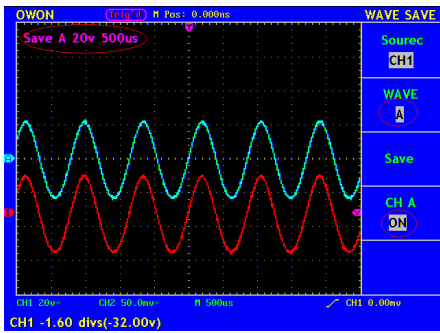

Рисунок 5.30.1. Вид дисплея с ранее сохраненной осциллограммой
- Нажмите кнопку **F4**, чтобы выбрать состояние “ON” для CH A. Осциллограмма, сохраненная в ячейке с адресом A, будет отображена на дисплее. При этом уровень положения и коэффициент развертки, вызванной из памяти осциллограммы, будет отображен в верхнем левом углу дисплея (см. рис. 5.30.1).